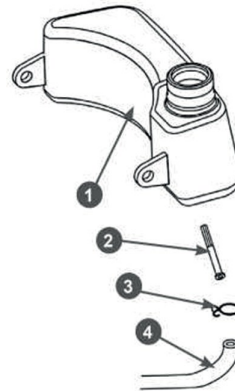

Рис. 23. Обслуживание топливного фильтра
3. Снимите хомут 3 топливного шланга и снимите шланг 4 со штуцера топливного бака 1 (Рис. 23).
5. Извлеките из топливного шланга 4 топливный фильтр 2 (Рис. 23).